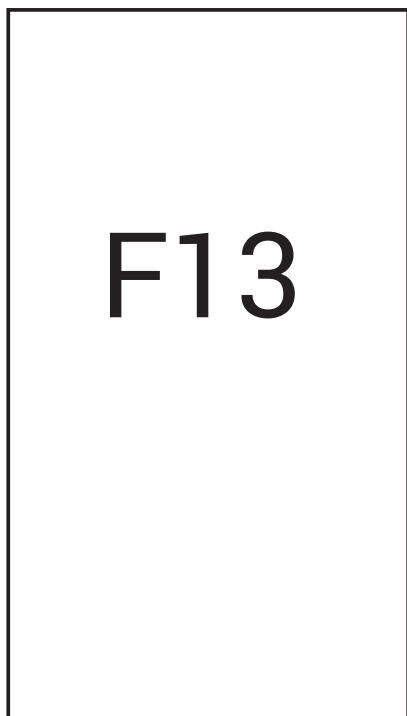

Рис. 4
**Неисправность типа F** (рис. 4): неисправность, сброс которой происходит автоматически после устранения проблемы.